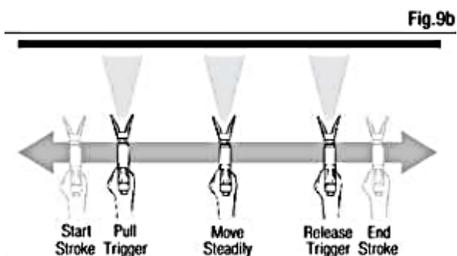

Fig. 9b
2. Нажмите на курок (3) для начала хода, и отпустите курок (3) для завершения хода. Пистолет-распылитель (6) должен двигаться при нажатии и отпускании курка (3) (рис. 9b).